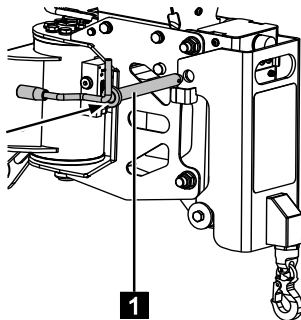

Fig. 163
3. Mettre la cheville de verrouillage (Fig.163/1) en place.